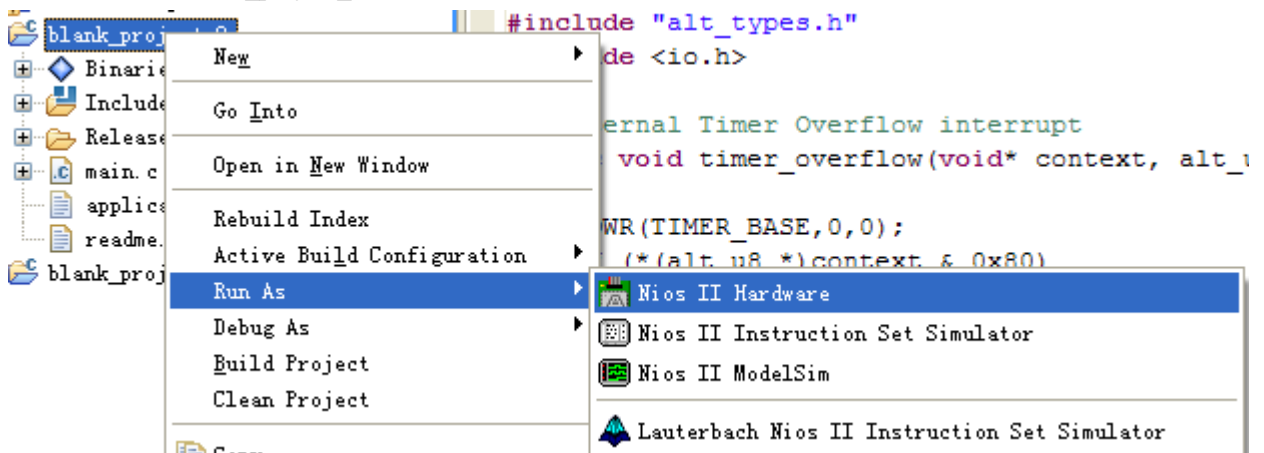

图 7-16 下载运行 C 程序
22. 右击 blank_project_0, 选择 Run As ->Nios II Hardware 如图 7-16。